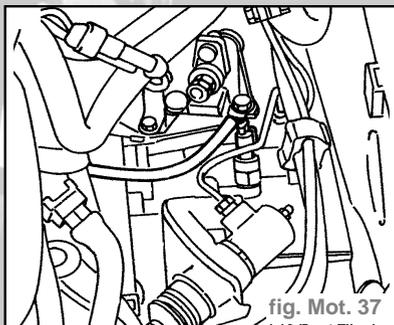

fig. Mot. 37
- Débrancher la connexion de l'interrupteur des feux de recul (fig. Mot. 37).